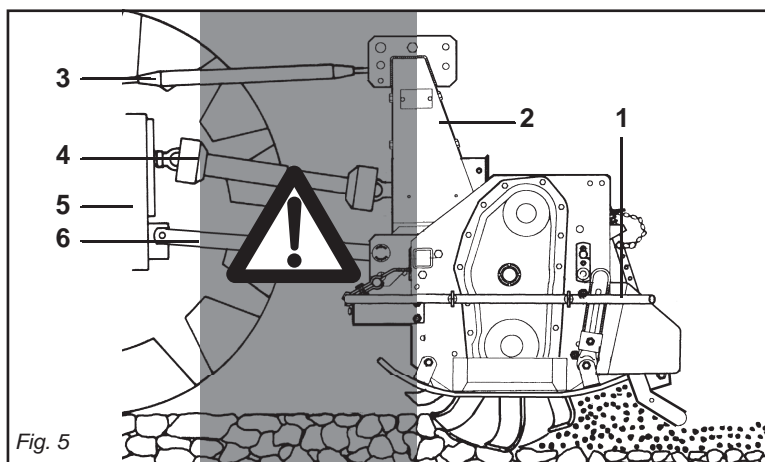

Fig. 5
- 25)** È assolutamente vietato interporre tra il trattore e la macchina (Fig. 5) con motore acceso e cardano inserito nonché senza aver azionato il freno di stazionamento. Mantenersi ad una distanza di sicurezza dalla macchina in lavoro, per possibili lanci di corpi contundenti.
- 29)** È assolutamente vietato interporre fra il trattore e l'attacco della macchina per manovrare il comando dall'esterno per il sollevamento (Fig. 5).
- 25)** *It is absolutely forbidden to stand between the tractor and the machine (Fig. 5) when the engine is running and the cardan shaft is engaged without having first engaged the hand brake. Keep a safe distance from the shredder at work to avoid being hit by possible flying stones, etc.*
- 29)** *It is absolutely forbidden to stand between the tractor and the implement when manoeuvring the lift control from the outside (Fig. 5).*
- 25)** Il est absolument interdit de se mettre entre le tracteur et l'appareil (Fig. 5) quand le moteur est en marche et le cardan enclenché, sans avoir tiré le frein de stationnement. Se tenir à une distance de sécurité du machine en fonctionnement, à cause du lancement possible d'objets contondants.
- 29)** Il est absolument interdit de se mettre entre le tracteur et l'attelage pour manoeuvrer la commande de relevage de l'extérieur (Fig. 5).
- 25)** *Es ist absolut verboten, bei laufendem Motor und eingeschalteter Gelenkwelle zwischen den Schleppler und das Gerät zu treten (Abb. 5). Dazu muß die Feststellbremse gezogen werden. Achten Sie bei der Arbeit mit der Maschine auf den nötigen Sicherheitsabstand aufgrund der Auswurfgefahr stumpfer Gegenstände.*
- 29)** *Es ist absolut verboten, zwischen den Schlepper und den Anschluß zu treten, um die Aushebung von außen zu betätigen (Abb. 5).*
- 25)** Está terminantemente prohibido colocarse entre el tractor y el equipo (Fig. 5) con motor encendido y cardán inserido, o sin haber accionado el freno de estacionamiento. Manténgase a una distancia de seguridad de la máquina durante el trabajo, porque puede proyectar objetos.
- 29)** Está absolutamente prohibido colocarse entre el tractor y el enganche para maniobrar el mando desde el externo en la fase de elevación (Fig. 5).